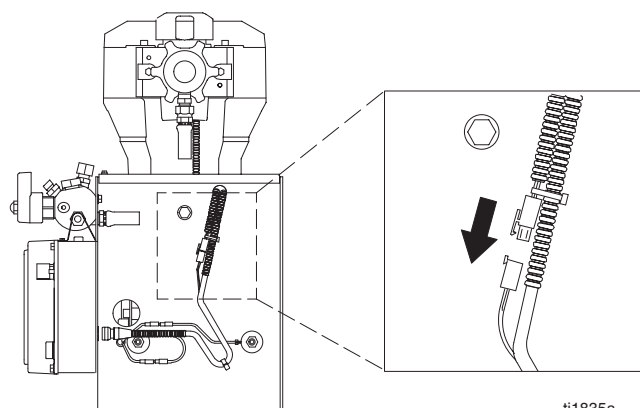

Fig. 4
1. Aplique abundante grasa para cojinetes (suministrada con el grupo de cojinetes de repuesto) al grupo de cojinetes (102) y a las arandelas (104) y (105) y a las zonas especificadas en la nota 1. Utilice 0,32 litros de grasa para el modelo GMax 7900.
2. Coloque la arandela de color bronce (105) y la arandela plateada (104) en el alojamiento de impulsión (71). Instale el grupo de cojinetes (102) a través de las arandelas (105) y (104).
3. Coloque la arandela de color bronce (71g) y la arandela plateada (71h) en el eje que sobresale por el eje grande del alojamiento de impulsión (71). Alinee los engranajes y empuje el nuevo alojamiento de impulsión hacia el alojamiento del piñón y los pasadores de colocación (B).
4. Instale dos arandelas (87) y dos tornillos (59).
5. Instale las cuatro arandelas de seguridad (87) y los tornillos de cabeza (56) en el alojamiento de impulsión (71).
6. Instale el conjunto de la tapa (13) con las seis arandelas de seguridad (87) y los tornillos de cabeza (56).
7. Fig. 4. Vuelva a conectar el sensor del contador de galones.